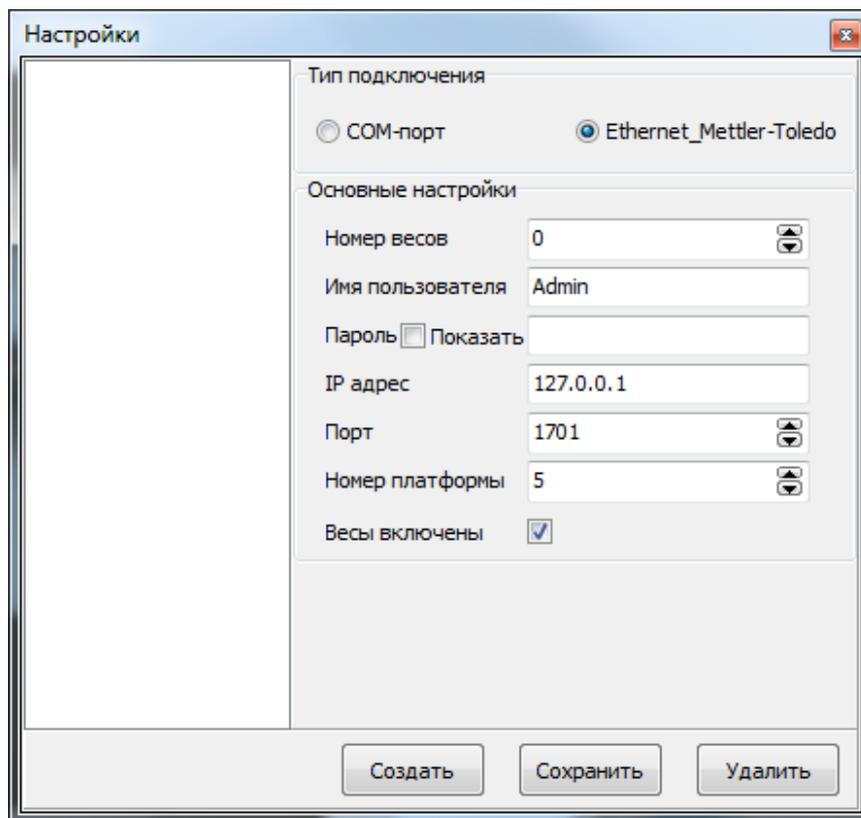

Рисунок 2.33
1.2. Подключение через «TCP/IP» (рис. 2.33)